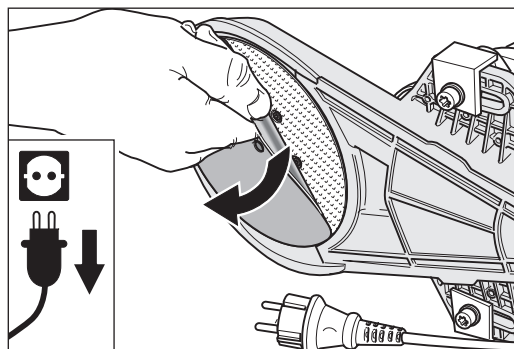

Bild 10 Dra av kardborrslipskivan från sliptallriken.
- 4 Dra av den uppslitna kardborrslipskivan från sliptallriken (bild 10).